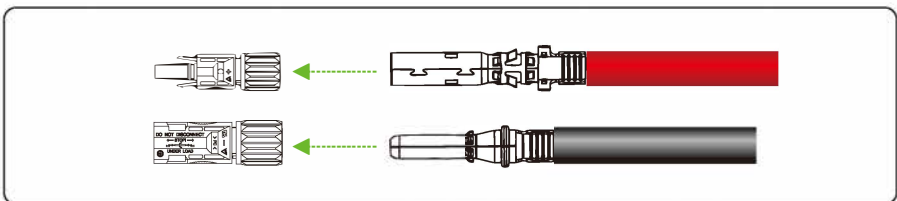

Figura 5.14 Conectando conectores positivos e negativos
**Passo 3** Insira os cabos de energia positivo e negativo crimpados nos conectores positivo e negativo correspondentes até ouvir um som de "clique", conforme mostrado na Figura 5.14.